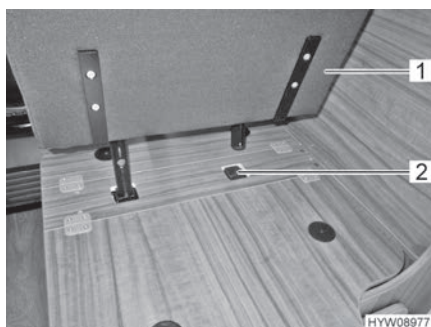

Fig. 35 Ficher le siège emboîtable dans sa fixation
- Ficher le siège emboîtable (Fig. 35,1) dans la fixation (Fig. 35,2).